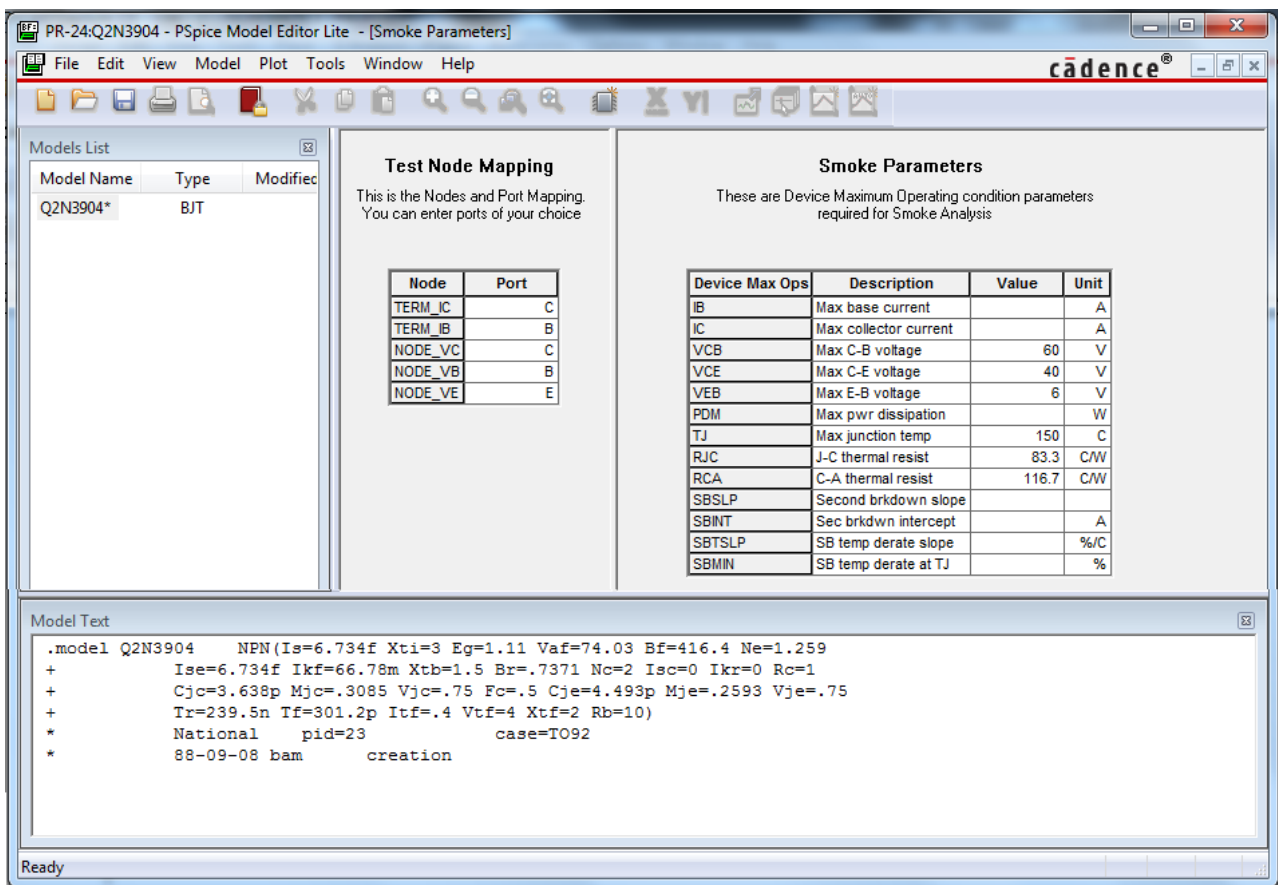

Рис. 15.6. Редактор модели транзистора
2. В файле библиотеки прокрутите вниз и выберите модель Q2N3904. Перенесите этот транзистор на рабочее поле, выделите его и выберите Edit PSpice Model (Рис. 15.6).